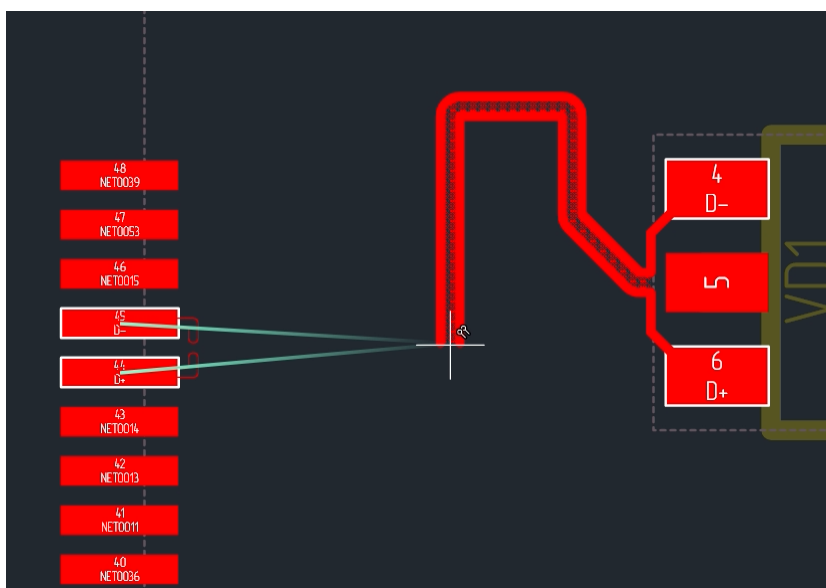

Рис. 338 Продолжение трассировки диффпары
4. Зафиксируйте нажатием левой кнопки мыши демонстрируемый участок, см. Рис. 338. При этом сразу начинает трассироваться новый участок;